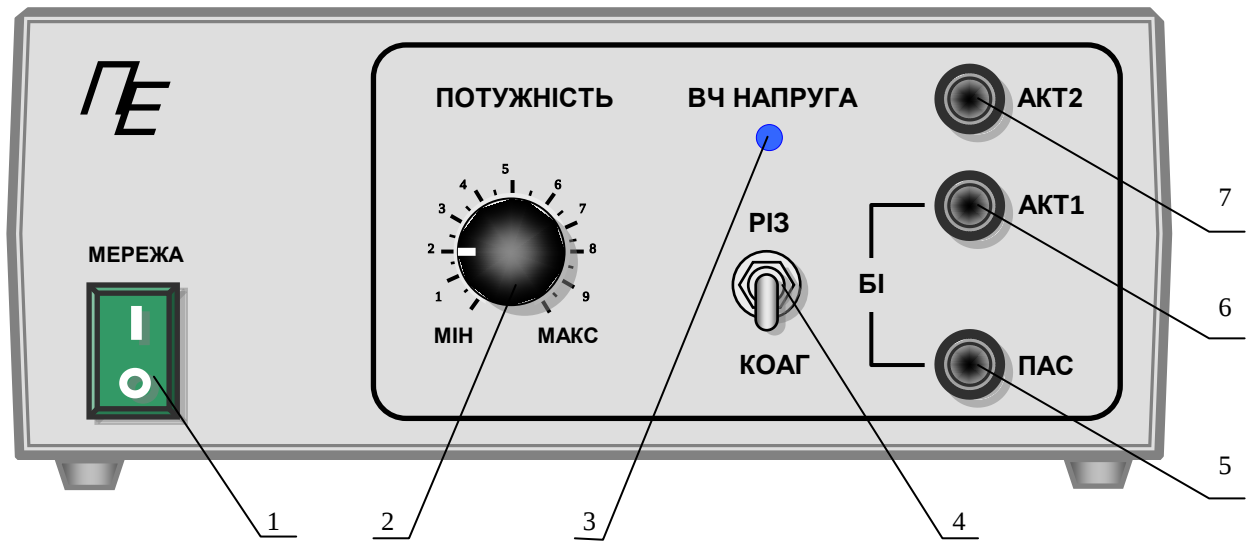
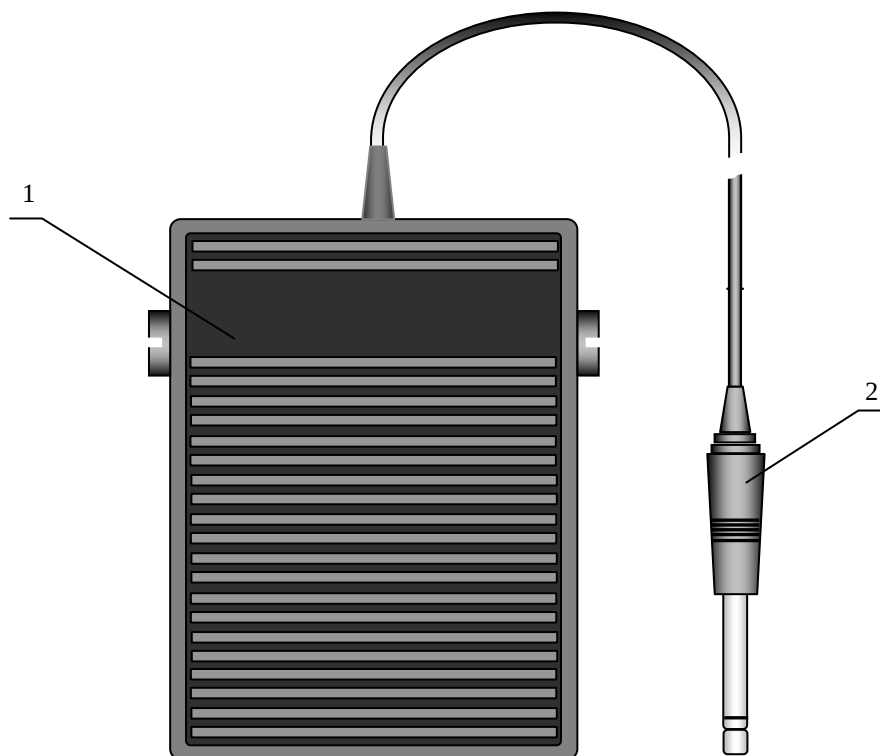

Рис.1 Передня панель електронного блока.
Рис. 3 Ножна педаль
Конструктивно апарат виконано у вигляді двох окремих блоків - електронного блока (рис. 1,2) и ножної педалі (рис. 3).
На передній панелі електронного блоку розташовані наступні органи управління і індикації (рис.1):
Конструкція ножної педалі (рис.3) представляє собою напольную подвижную платформу. Платформа (1) подпружинена и может перемещаться в вертикальной плоскости - вниз (включение ВЧ-напряжения) при нажатии ногой и вверх (отключение ВЧ-напряжения) при ее отпуске.
7.2.4. Перевірити включення ВЧ-напруги, для чого 2-3 рази натиснути платформу ножної педалі. При цьому повинен загорітися і гаснути синій сигнальний індикатор (3, рис.1) та вмикатися і вимикатися звуковий сигнал безперервного тону.
8.3. За допомогою ручки регулювання (2, рис.1) встановити необхідний рівень вихідної потужності.